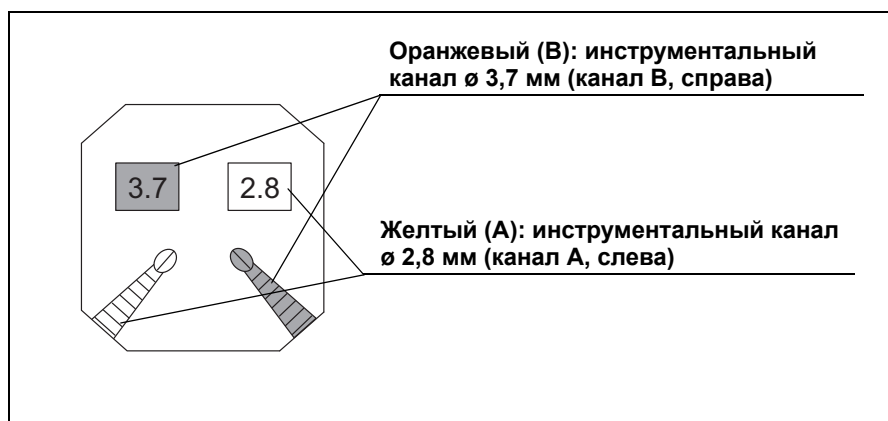

Рис. 4.6
- Направление ввода принадлежностей EndoTherapy в эндоскоп или вывода из него, а также диаметр инструментального канала отображаются идентичным цветом, когда этот эндоскоп подсоединяется к видеоинформационному центру CV-180 и питание включено или производится запрос информации об эндоскопе (Рис. 4.6). В сочетании с эндоскопом необходимо использовать исключительно надлежащие принадлежности EndoTherapy. Чтобы проверить, какие принадлежности совместимы с диаметром инструментального канала, выберите соответствующие принадлежности EndoTherapy в руководстве оператора по принадлежностям EndoTherapy, а также в «Конфигурация системы» («Приложение») данного руководства. При использовании в сочетании с эндоскопом несовместимых принадлежностей EndoTherapy (например, имеющих неправильный диаметр), возможно повреждение принадлежностей и эндоскопа.